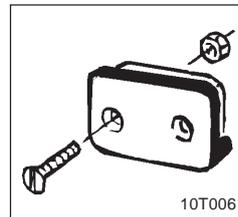

Fig. 6.1
- Halter (Fig. 6.1) des Rechners in der Schlepperkabine befestigen.